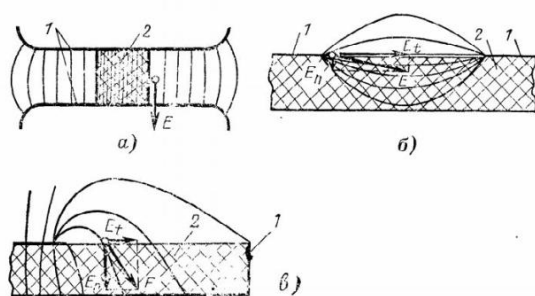

Figure 1 Рис. 1. Характерные расположения твердого диэлектрика в электрическом поле. 1 – электроды; 2 – диэлектрик.
Многообразие изоляционных конструкций с твердым диэлектриком может быть сведено к трем характерным случаям. На рис. 1,а показано размещение диэлектриков в однородном поле. Поверхность раздела диэлектрика и воздуха расположена вдоль силовых линий электрического поля. На рис. 1,б, в показано положение диэлектрика в конструкциях с неоднородным полем. В первом случае (рис. 1,б) во всех точках поверхности
диэлектрика, за исключением очень малых ее участков вблизи электродов, тангенциальная составляющая напряженности поля E_t преобладает над нормальной составляющей E_n . В другом случае (рис. 1,в), наоборот, нормальная составляющая много больше тангенциальной составляющей напряженности поля.
1. Диэлектрик, помещенный в однородном поле (рис. 1,а), казалось бы, не нарушает постоянства напряженности поля, и поэтому естественно было бы предположить, что пробой такого промежутка может произойти в любом месте и разрядное напряжение окажется таким же, как и для чисто воздушного промежутка. Однако в действительности разряд происходит всегда по поверхности диэлектрика и при напряжении, более низком, чем в воздушном промежутке.
В реальных изоляционных конструкциях твердый диэлектрик редко располагается в однородном поле. Чаще конструкция, показанная на рис. 1,а, используется для исследования характеристик разряда по поверхности диэлектрика.
2. Расположение диэлектрика по рис. 1,б характерно для опорных изоляторов.
Электрическое поле в этой конструкции неоднородно, поэтому разрядные напряжения ниже, чем в случае, показанном на рис. 1,а.
3. В конструкции по рис. 1,в, характерной для проходных изоляторов, у короткого
Для изучения разрядных напряжений в однородном поле используется промежуток между двумя дисками с закругленными краями (рис. 1,а). В промежуток помещаются диэлектрические цилиндры разной высоты, сделанные из гигроскопичного и малогигроскопичного материалов.
- 2.1. Определить разрядные напряжения воздушных промежутков длиной l , равной 1, 2, 3 и 4 см между дисками с закругленными краями см. рис. 1,а. (Длина промежутков устанавливается по шаблонам.)